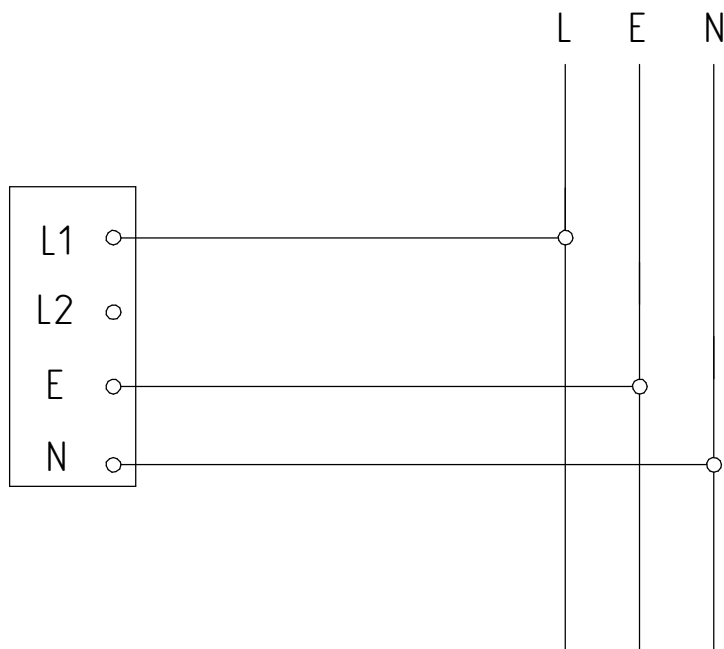

Рисунок 3 - Схема подключения к сети светильника ДБУ01.
5.4.2. Зафиксируйте кабель в светильнике и подключите к клеммной колодке согласно рис. 3.
5.5.4. Подключите питающий кабель к клеммной колодке согласно схеме рис. 3.